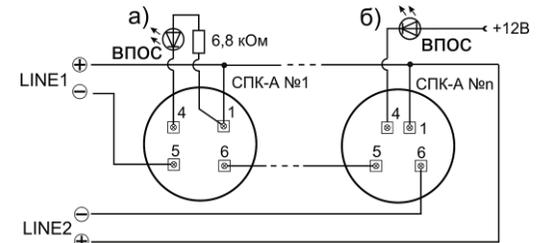

Рисунок 2 – Підключення сповіщувачів до кільцевого ША: а) живлення ВПОС від ША, використовується контакт 1; б) живлення ВПОС від джерела 12 В
4.3 Підключення сповіщувачів необхідно виконувати згідно схеми, наведеної на рис. 2. Призначення контактів на рис. 2 (в дужках вказано позначення контактів на базі):